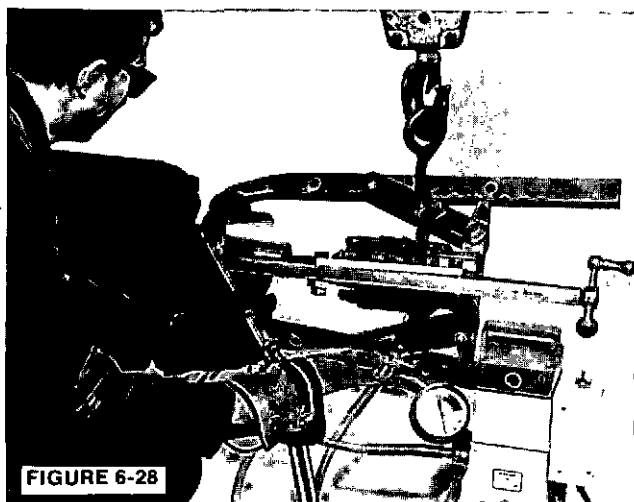

FIGURE 6-28
2. Si le manchon doit être remplacé, déposer le ventilateur (voir paragraphe B) en utilisant un extracteur de la bonne dimension. Dévisser les deux vis de fixation (si utilisées) du manchon situées au dessus de la clavette. En utilisant un chalumeau, chauffer rapidement le manchon sur le pourtour tout en serrant l'extracteur (ceci doit être fait rapidement avant que la chaleur puisse dilater l'arbre). Démonter le manchon (figure 6-28).